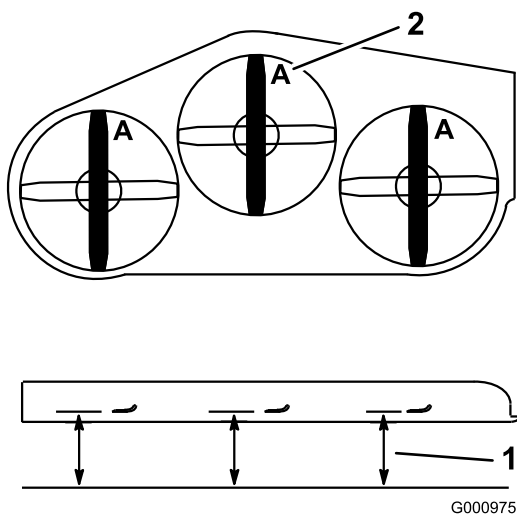

Bild 81
- Messen Sie von einer ebenen Fläche bis zu den Schnittkante (Stellung A) der Messer (Bild 81).